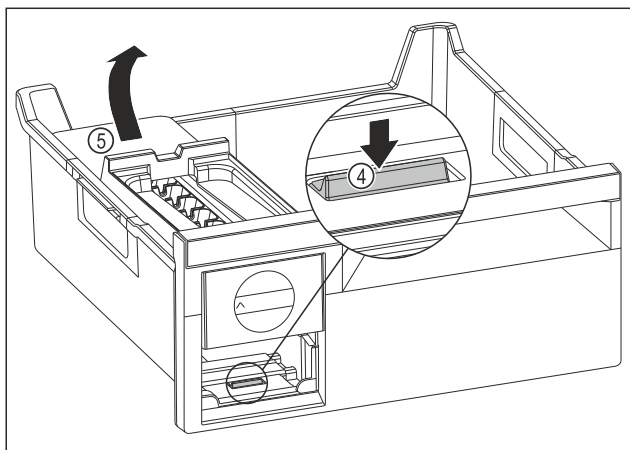

Fig. 197
- Retirer le corps de l'EasyTwist-Ice : Avec le doigt, pousser la languette Fig. 197 (4) vers le bas tout en soulevant de l'autre main le corps de l'EasyTwist-Ice Fig. 197 (5) depuis l'arrière.